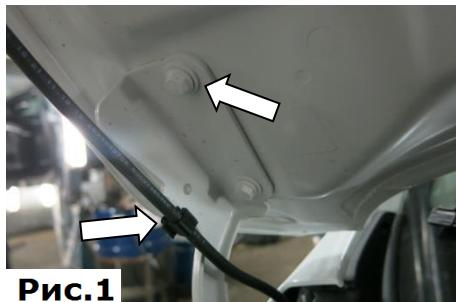

Рис.1
1. Открутить верхний болт крепления капота торцевой головкой №10. Извлечь хомут фиксации трубы стеклоомывателя, (Рис.1).